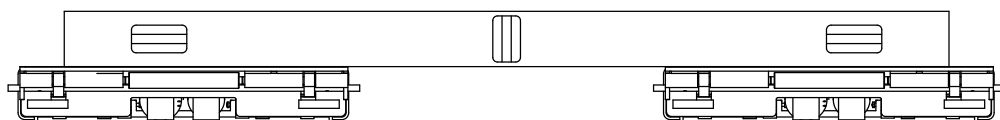

Fig. 8d
6. Verificar se as plataformas estão em nível uma com a outra, Fig. 8d.